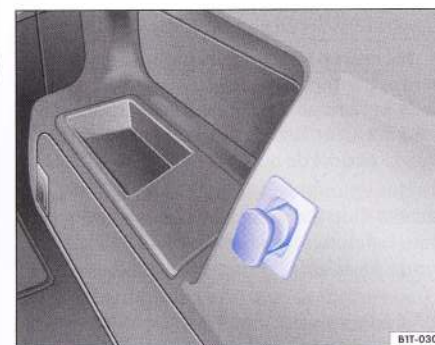

Fig. 89 Cârlișele pentru susținerea plasei în portbagaj.
- Cârlișele57) pentru susținerea plasei în portbagaj ⇒ fig. 89 ▶